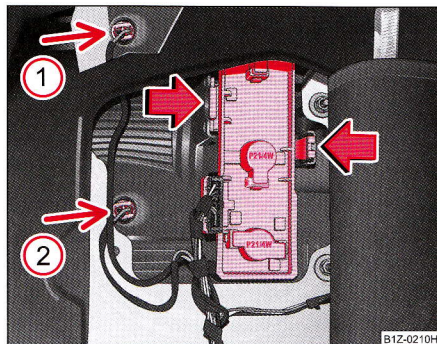

Fig. 231 Demontarea
- Apăsați elementele de fixare în sensul săgeții și scoateți suportul cu becuri ⇒ fig. 231.
- Scoateți becul defect (săgeata ① resp. ② ⇒ fig. 231) din carcasă și înlocuiți-l cu unul nou.
- Scoateți becul defect (săgeata ① resp. ② ⇒ pagina 300, fig. 231) din carcasă și înlocuiți-l cu unul nou.